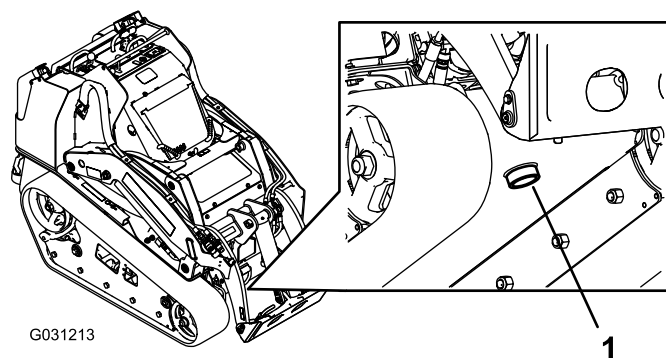

Figure 60
8. Retirez le bouchon de vidange pour permettre à l'huile de s'écouler dans le bac de vidange (Figure 60).
7. Placer un grand bac de vidange (d'au moins 57 litres de capacité) sous le bouchon de vidange à l'avant de la machine (Figure 60).